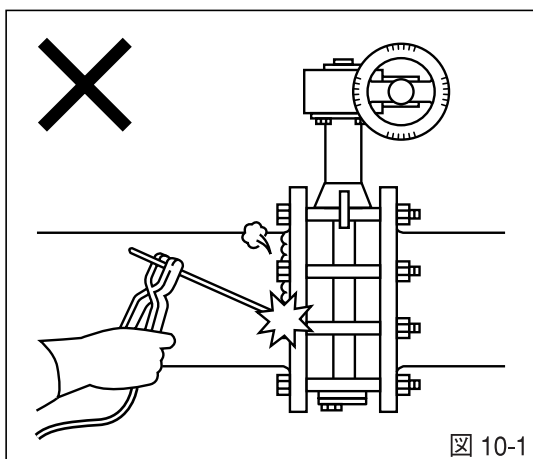

図 10-1
- フランジ溶接時の注意：配管フランジを溶接する場合、バルブの取り付けは、フランジの温度が十分に下がってからにしてください（素手でさわられる程度）。また、バルブを取り付けた状態でフランジ溶接、溶接補修は絶対に行わないでください。(図10-1)